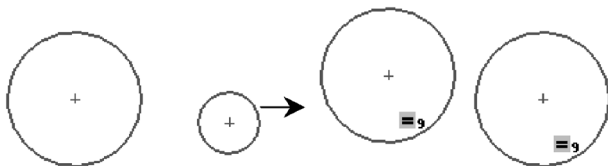

图 2-175 添加相等几何关系
- 相等几何关系：使选取的图形元素等长或等径，如图 2-175 所示。